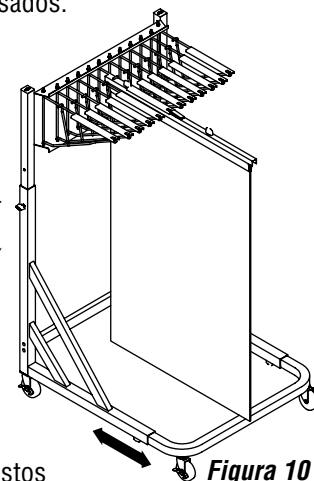

Figura 10
- 1** Adjunte un sujetador colgante a las escuadras de soporte con un documento colgando de la estructura, como demostrado en **Figura 10**.
- 3** Cinco (5) agujeros están provistos para el ajustamiento de altura. Desajusta los botones ajustables y posicione el sujetador a la altura apropiada para el largo del documento, como demostrado en **Figura 10**. Apriete botones ajustables seguramente.